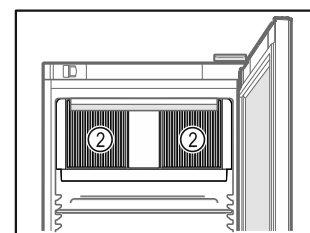

Fig. 63
- ❑ Se till att inte blockera ventilationsgallren Fig. 63 (2) för fläkten inne i skåpet.